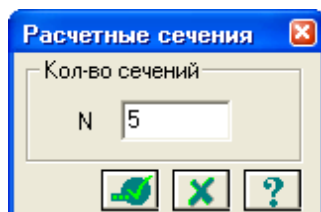

Рис.12.19. Диалоговое окно **Расчетные сечения**
- В этом окне задайте количество расчетных сечений **N = 5** (рис.12.19.).